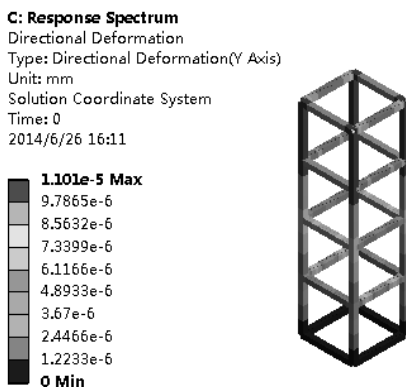

图 6-87 变形云图
2) 变形云图。在【Outline (分析树)】中选择【Solution (B6)】节点，单击其下的【Directional Deformation】项  Directional Deformation，在图形窗口显示出变形云图，如图 6-87 所示。